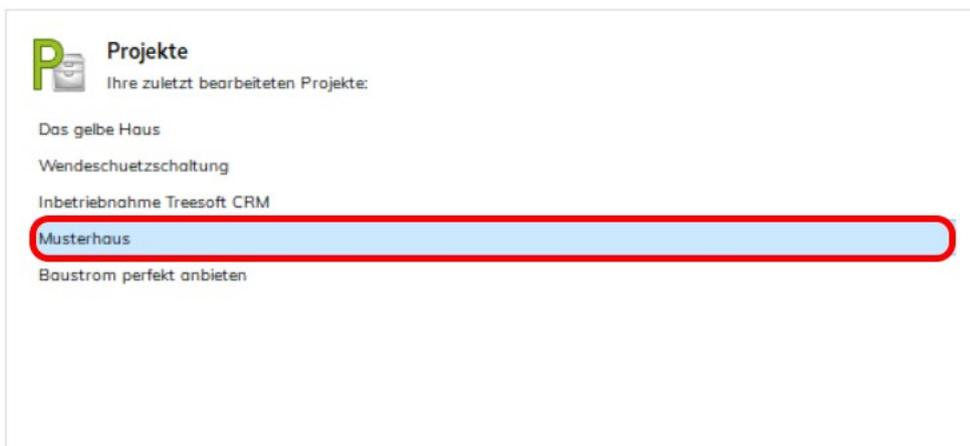

Abbildung 3.1.3: Auswahl des Projektes
1. Doppelklicke im Start-Center in dem Widget **Projekte** auf des Projekt **Musterhaus** (siehe Abbildung 3.1.3).